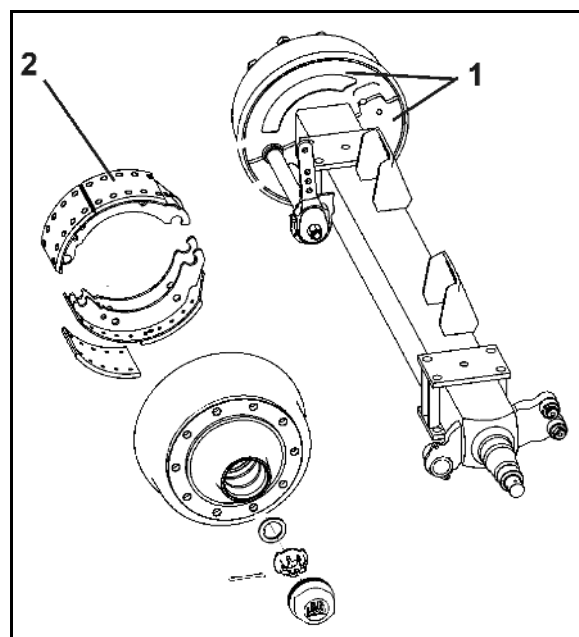

Fig. 169
1. Svitare le due lamiere di copertura (Fig. 169/1) dal lato interno del tamburo del freno.
Le impurità penetrate all'interno possono depositarsi sui ferodi (Fig. 169/2), peggiorando sensibilmente la potenza frenante.